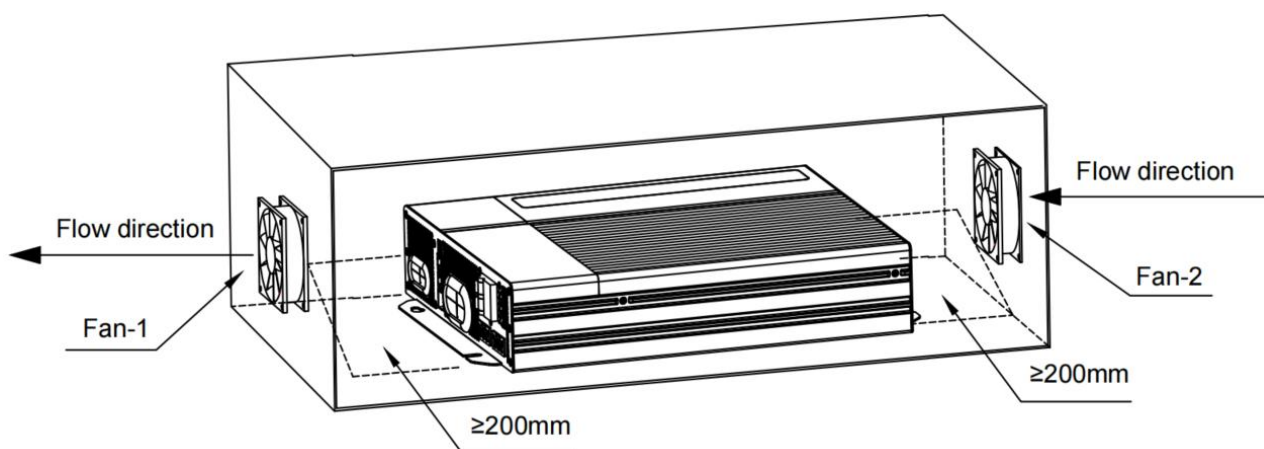

Figure 3-1 PG3.0L Consignes concernant l'espace nécessaire autour de l'appareil
- Une ventilation mécanique assure la dissipation de la chaleur. Pour garantir une dissipation efficace de la chaleur, un espace suffisant doit être réservé pour les câbles, ainsi qu'un nombre suffisant d'orifices de dissipation de la chaleur pour garantir la convection de l'air. Reportez-vous à la Figure 2-5 pour déterminer l'emplacement adapté et la position des trous de fixation pour l'appareil. Laissez un espace dégagé de 200 mm minimum devant et derrière l'appareil, et de 50 mm minimum de chaque côté de l'appareil afin de garantir une dissipation efficace de la chaleur, comme illustré Figure 3-1.